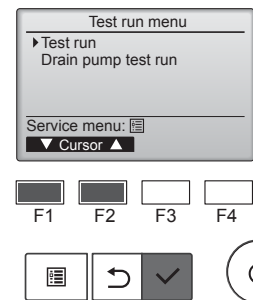

Fig. 7-2
- ② เลือก "Test run" จากเมนูทดลองเดินเครื่อง และกดปุ่ม [SELECT] (Fig. 7-2)
- ③ การทำงานทดลองเดินเครื่องจะเริ่มต้นขึ้น และหน้าจอการทำงานทดลองเดินเครื่องจะแสดงขึ้น